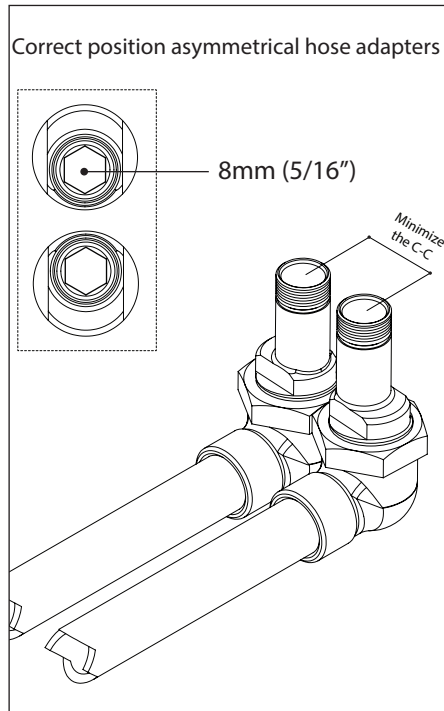

Fig.2
Separate the adaptors from the hoses by unscrewing the nut (4) (fig.2) while pulling-out at the same time (until the thread is engaged). Referring to fig.2, install the asymmetrical hose adaptors to the supply-pipes inlets. Be aware you can also use 8mm (5/16") Allen Keys to thread the adapters in place. For a trouble-free installations bring the 2 hoses adapters as close from one another as possible.
Séparer les adaptateurs des alimentations flexibles en dévissant leurs écrous (4) (fig. 2) tout en exerçant une traction (jusqu'à ce que le pas de vis soit engagé). Se référant à la fig.2, installer les adaptateurs asymétriques sur les arrivées d'eau chaude et froide. Vous pouvez aussi utiliser une clé Allen 8mm (5/16") pour fixer les adaptateurs en place. Pour une meilleure installation positionner les deux adaptateurs pour qu'ils soient aussi proche que possible.